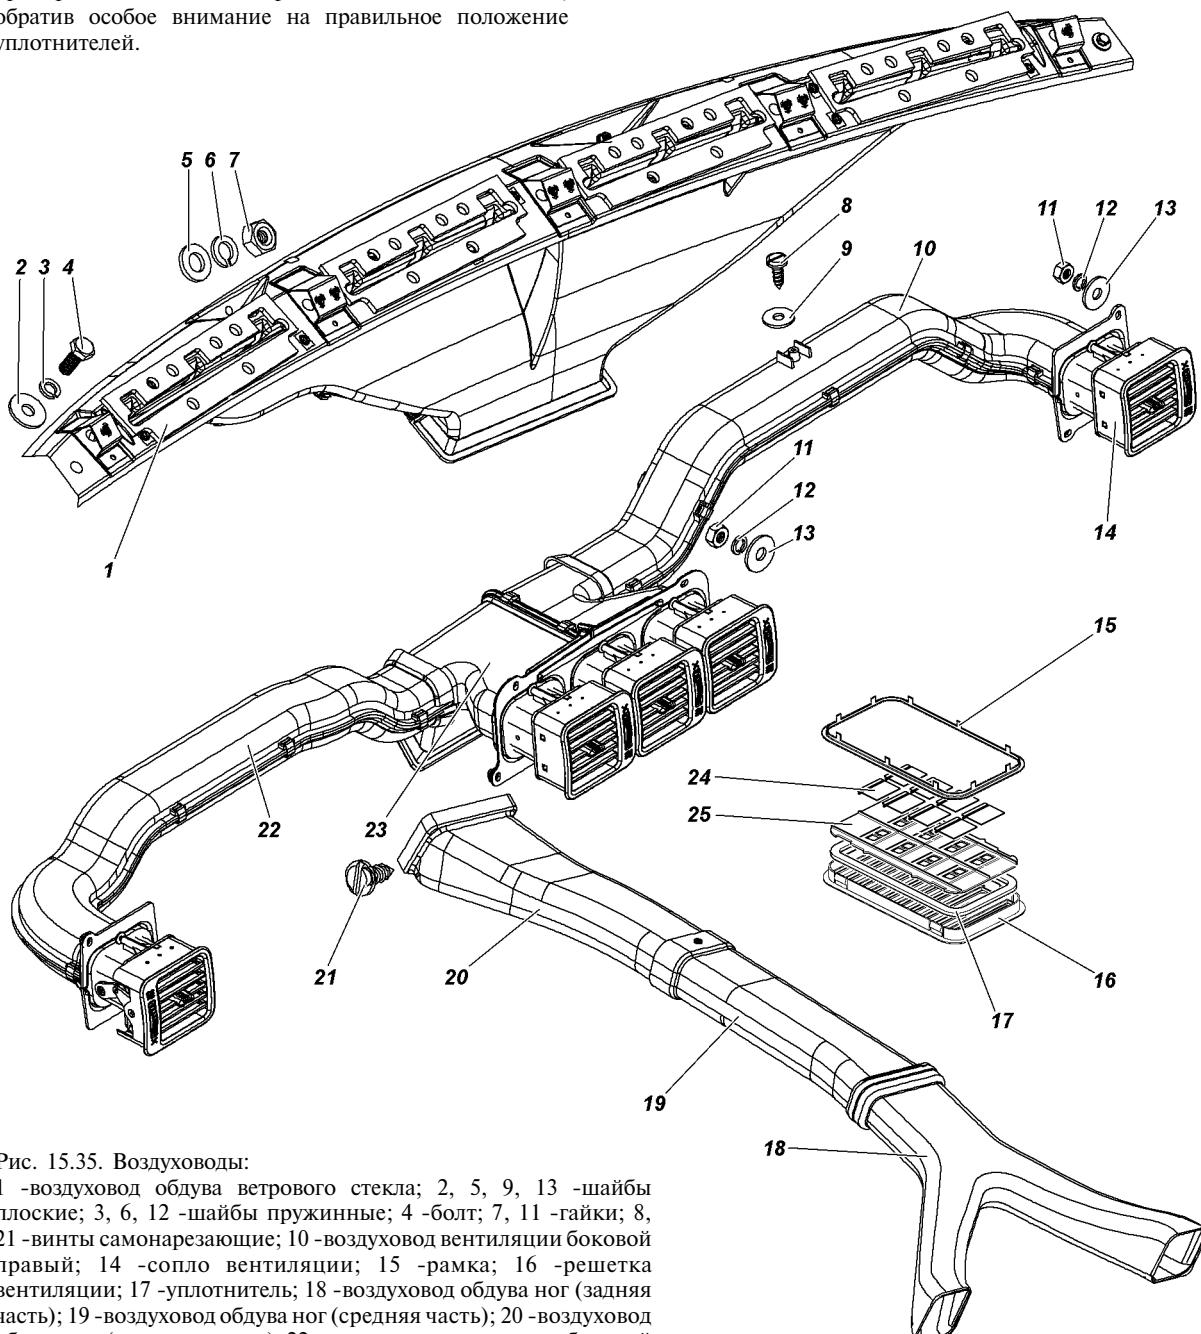

Рис. 15.35. Воздуховоды:
7. Отверните два самонарезающих винта 21 (рис. 15.35) крепления воздуховода обдува ног пассажиров, расположенных на трехместном сиденье. Отсоедините переднюю 20 и среднюю 19 части воздуховода от задней 18, снимите воздуховод. При необходимости, отвернув самонарезающие винты, разъедините переднюю и
1. Снимите панель приборов в сборе с воздуховодами. Гайки 7 (см. рис. 15.35) одновременно служат для крепления панели приборов и воздуховода обдува ветрового стекла.